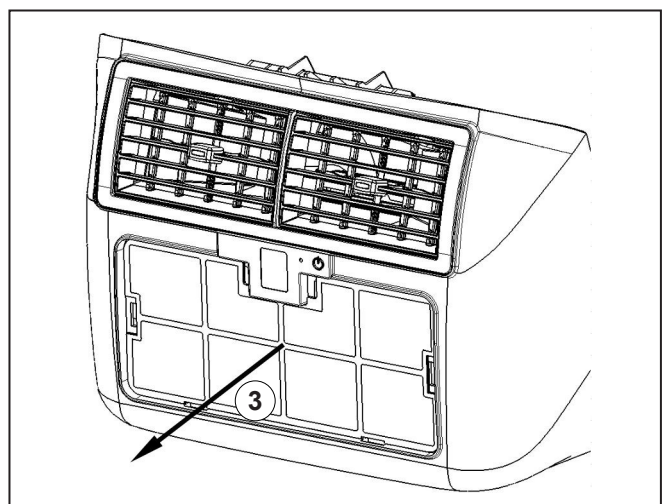

Fig. 8
2. Haal het filter ("Fig. 8" ref. 3) eruit.
3. Doe na het onderhoud het filter ("Fig. 8" ref. 3) er weer in en doe het voorste rooster weer dicht door er tegenaan te drukken.